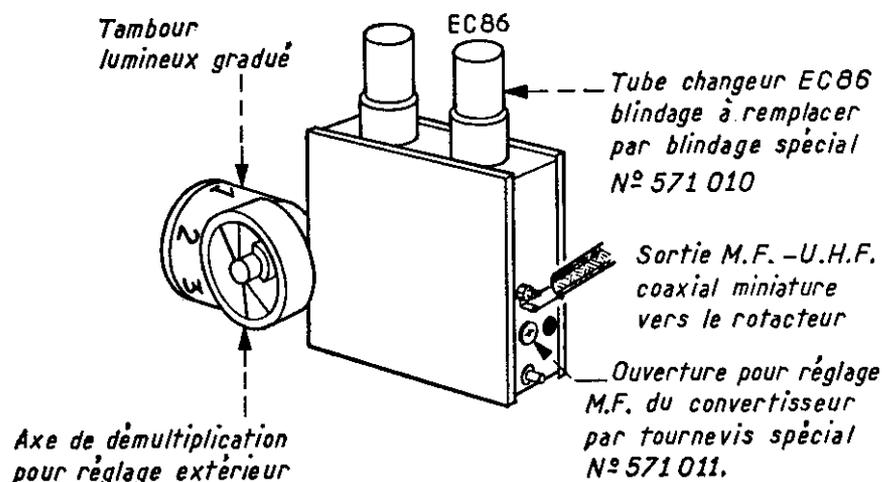

Fig. 1
- Remplacer le blindage du tube changeur EC 86 du convertisseur, par le blindage spécial, référence 571 010 (fig. 1).